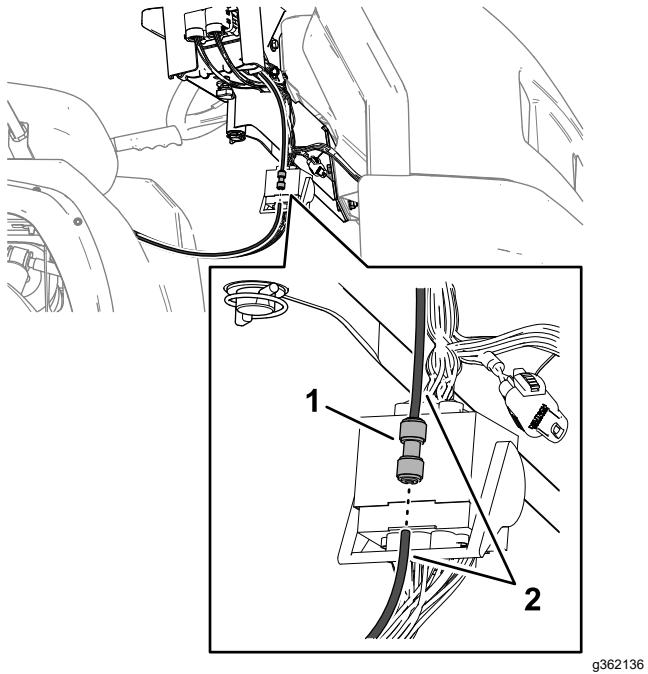

Figure 133
1. Insérez le tube de détection de pression dans le raccord à emboîtement jusqu'à ce qu'il soit complètement enclenché (Figure 133).